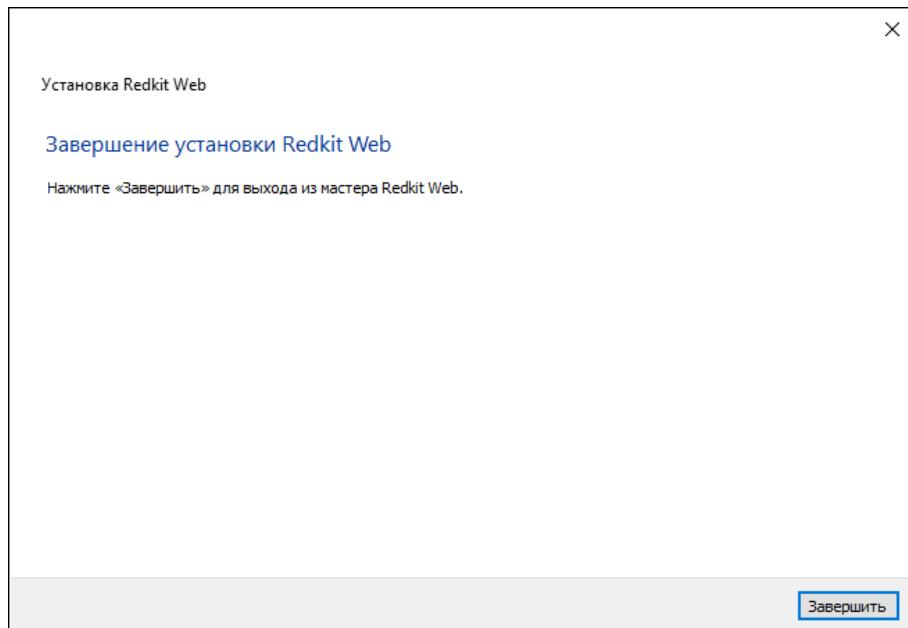

Рисунок 505 - Установка Redkit Web
7. После успешной установки нажмите Завершить (Рисунок 505).